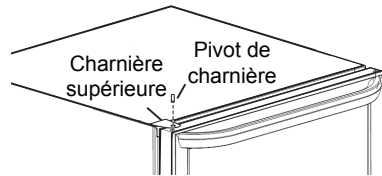

Figure 9
9. Transférer les bouchons et les douilles du bord inférieur de la porte dans les trous du côté opposé. (Voir Figure 9.)
10. Placer le coin inférieur gauche de la porte sur la charnière inférieure, puis incliner le haut de la porte vers le bord dégagé de la charnière supérieure. Vérifier que la porte est de niveau et qu'elle ferme hermétiquement contre l'armoire, puis insérez le pivot de charnière dans le trou supérieur de la porte et dans la porte. Visser solidement avec un tournevis Phillips. (Voir Figure 9.)